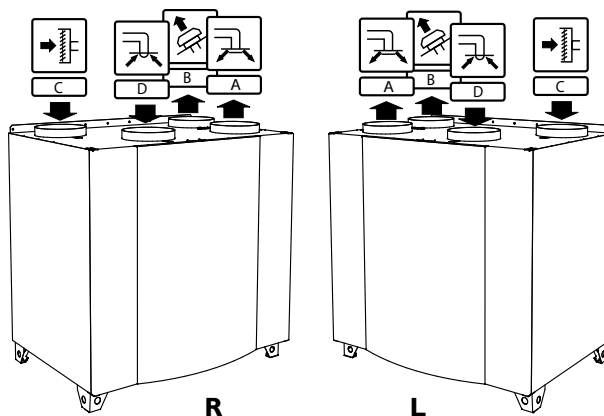

Рис. 2 Правосторонние и левосторонние модели
Вентагрегат SAVEVTC 700 представляет собой рекуперативную вентиляционную установку со встроенным противоточным пластинчатым теплообменником. Существуют правосторонние (R) и левосторонние (L) модели (рисунок 2)